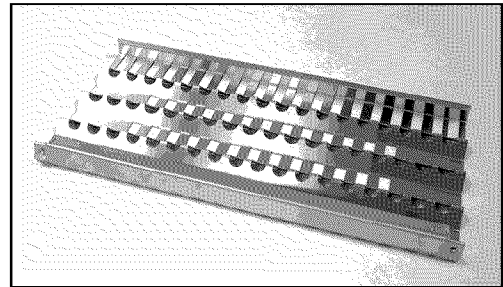

FIG. 21
1. Déballez les tiges en céramique et retirez le radiant (Fig. 21) de l'appareil.